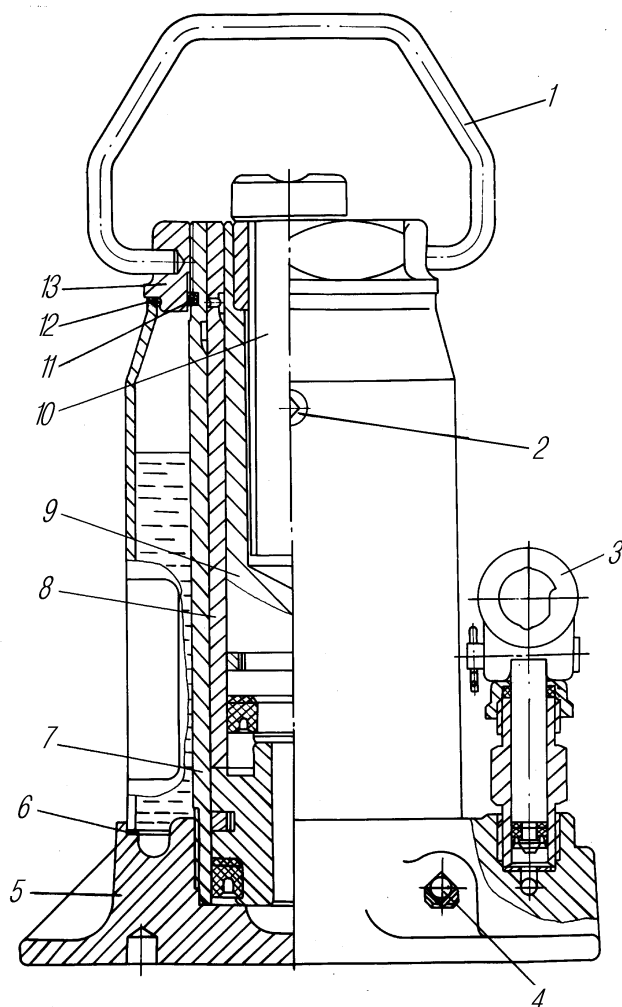

Рис. 80. Домкрат:
- установить домкрат в нужное положение, вывернуть винт 10 (рис. 80) на требуемую величину, при слабом грунте для увеличения площади опоры предварительно положить под основание домкрата прочную доску или другой плоский предмет;